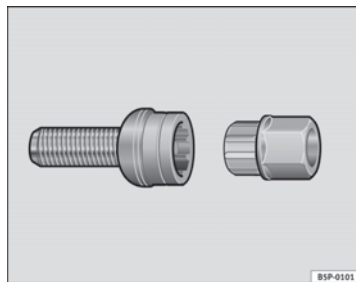

Fig. 134 Tornillo de seguridad para ruedas con adaptador
- Introducir el adaptador (B) ⇒ fig. 134 con su lado dentado hasta el tope en el dentado interior del tornillo de seguridad para ruedas de tal modo (A), que ya sólo sobresalga el hexágono exterior.
- Calar la llave de rueda hasta el tope en el adaptador (B).